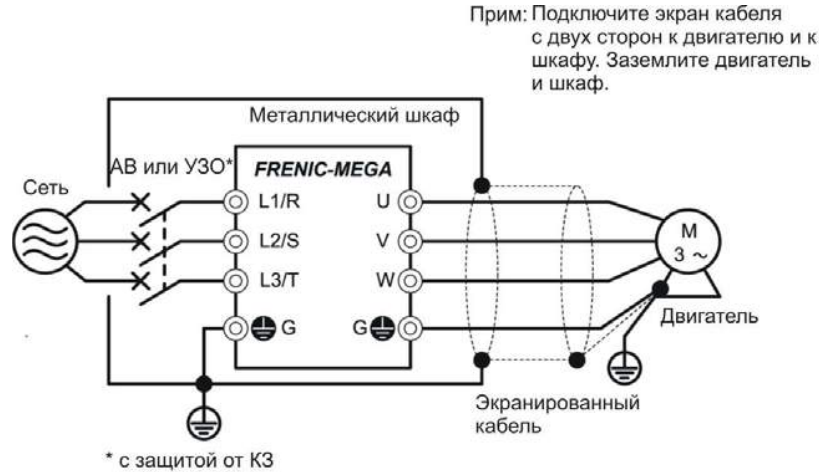

Рис. 9.2 Установка преобразователя частоты в металлический шкаф
- 3) Если помехи от инвертора превышают допустимый уровень, установите инвертор и его дополнительные устройства внутри металлического шкафа, как показано на рис. 9.2.